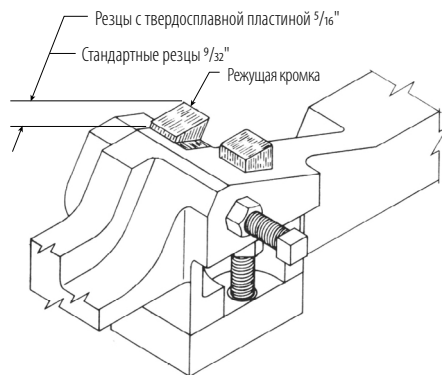

РИС. 4
2. Вставьте резец в державку режущей кромкой в сторону маховика подачи наружных поддерживающих роликов станка. Смотрите Рис. 4.
5. Проверьте длину вылета резца. Новые резцы устанавливаются заподлицо с державкой. Смотрите Рис. 4. Смотрите Примечание. Высокоскоростные резцы должны иметь вылет $\frac{1}{32} + \frac{1}{32}$, -0, измеренный между режущей кромкой резца и державкой. Смотрите Рис. 4. «Вылет резца». Если вылет не соответствует техническим характеристикам, смотрите порядок действий при регулировке вылета резца.
3. Отрегулируйте вылет резца, поворачивая установочный винт шлицевой отверткой. При повороте установочного винта по часовой стрелке вылет резца увеличивается. При повороте установочного винта против часовой стрелки вылет резца уменьшается. При уменьшении вылета может потребоваться придвинуть резец к установочному винту. ½ оборота установочного винта увеличивает или уменьшает вылет резца на 0,8 мм ($\frac{1}{32}$). Смотрите Рис. 4.